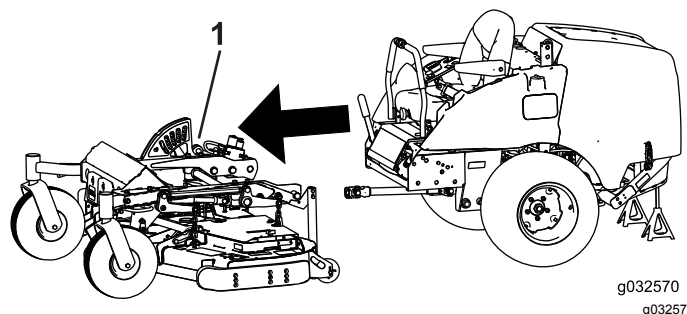

Figure 59
8. Roulez le cadre d'été vers l'avant et rangez-le en prévision du changement saisonnier (Figure 59).